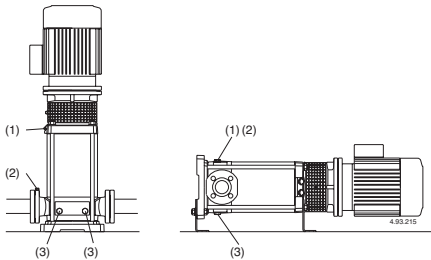

Abb. 4d (1) Auffüllung und Entlüftung;
(2) Entlüftung Saugleitung
(3) Entleerung
Wenn der **Wasserspiegel auf der Saugseite oberhalb der Pumpe** ist (Zulaufbetrieb, **Abb. 3B**) Absperrschieber in der Zulaufleitung langsam und vollständig öffnen um die Pumpe zu füllen. Dabei Schieber in der Druckleitung und die Entlüftungsöffnungen (1) (2) (**Abb. 4d**) öffnen, damit die Luft entweichen kann.
Entlüftungsöffnungen (1) (2) schließen (**Abb. 4d**). Bei MXV-B, MXV(L) 25-32-40-50 und MXV(L)4 25-32-40-50, die Nadelverschraubung (14.17) in der Entleerungs-Verschraubung (14.12) (**Abb. 4b**) anziehen und die Entlüftungsbohrung (14.04) schließen. Die Pumpe mit geschlossenem Druckleitungs-Absperrschieber und mit vollständig geöffnetem Zulauf- bzw. Saugleitungs-Absperrschieber starten. Sofort danach langsam den Druckleitungs-Schieber öffnen und den Betriebspunkt innerhalb der auf dem Typenschild angegebenen Grenzwerte einstellen.